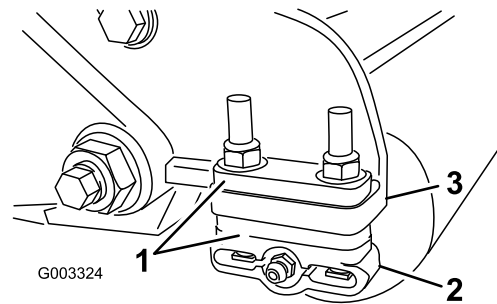

図 12
1. HOC刈高チャートに従って、サイドプレート取り付けフランジ (図 12) の下に必要な枚数のスペーサーを入れて、後部ローラーブラケット (図 12) を希望の刈高範囲に調整する。